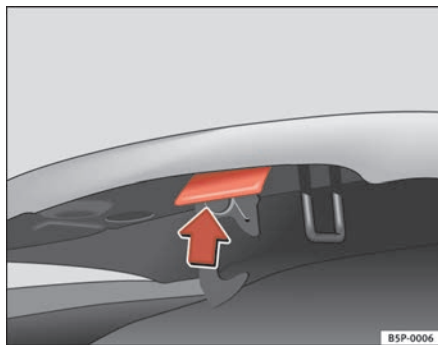

Fig. 163 Dispositivo di apertura del cofano del vano motore
- Spingere verso l'alto la leva situata sotto il cofano ⇒ **fig. 163**. In questo modo il cofano viene disimpegnato dal gancio che lo trattiene.